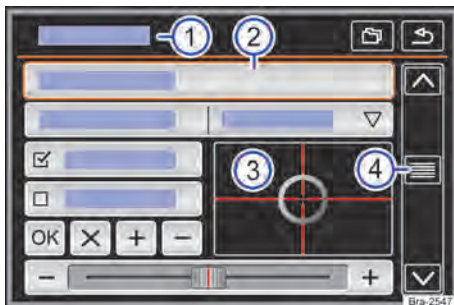

Fig. 115 Representação esquemática: vista geral das possíveis superfícies de função no display.
O aparelho está equipado com um touchscreen (tela de toque) → Fig. 115 (3).
As superfícies de função iniciam funções ou abrem outros submenus. Em submenus é indicado, na linha do título, o menu atualmente selecionado → Fig. 115 (1).